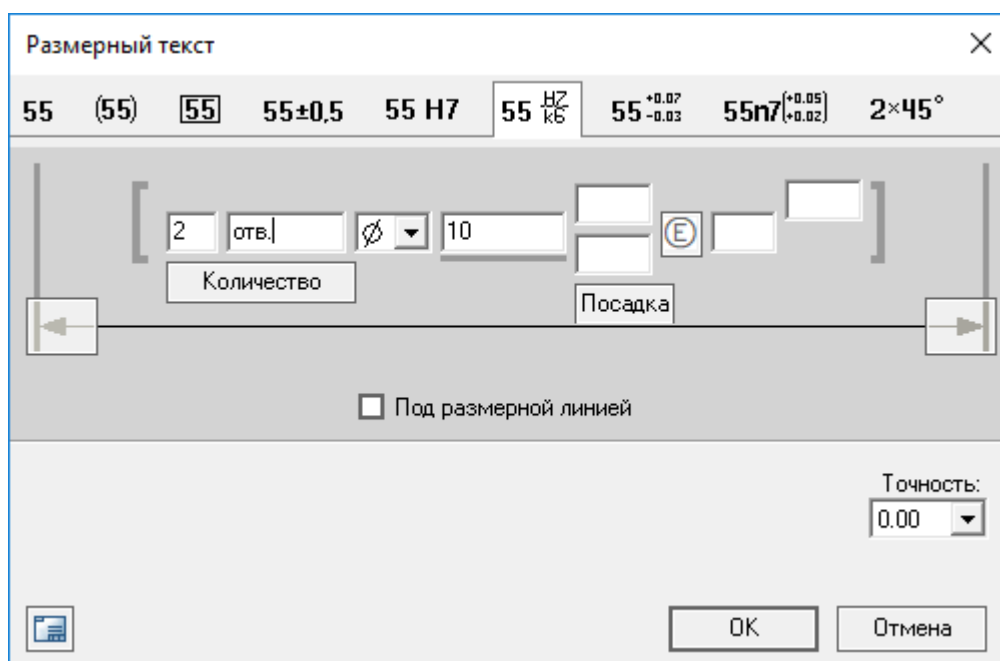

Рисунок 6-79
***Примечание:** размерный текст может быть заключен в квадратные или круглые скобки. Вид скобок выбирается нажатием левой клавишей мыши в область их размещения в диалоговом окне (Рисунок 6-79).*